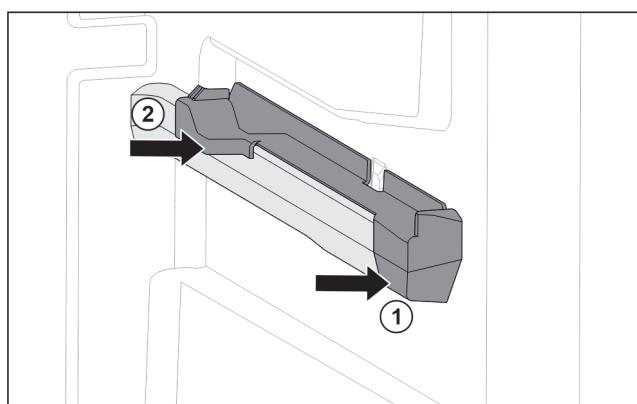

Fig. 84 Вставная часть на правом контейнерном ребре
- Наденьте вставную часть спереди на контейнерное ребро. Fig. 84 (1)
- Нажмите на вставную часть сзади. Fig. 84 (2)